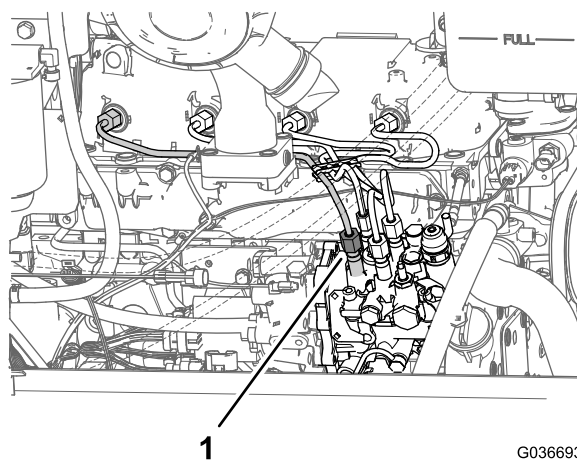

Figura 45
1. Allentate il dado del tubo per l'iniettore di carburante n. 1 del cilindro nella pompa di iniezione (Figura 45).